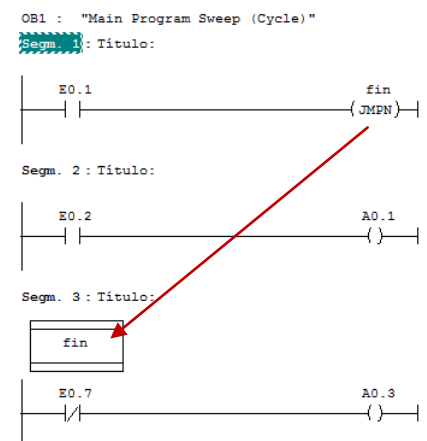

Figura 3. Salto condicional si $E0.1=0$
---(JMPN)--- Salto condicional si la señal es 0. La figura 3 muestra que la operación de salto está condicionada a que $E0.1 = 0$. Ni no se introduce este contacto, se trataría de un salto absoluto.